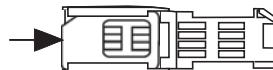

Bild 3
- 4 Legen Sie die SIM-Karte so in die Klappe ein, dass die Kontaktflächen sichtbar sind und die abgeschrägte Ecke links oben ist (Bild 3).